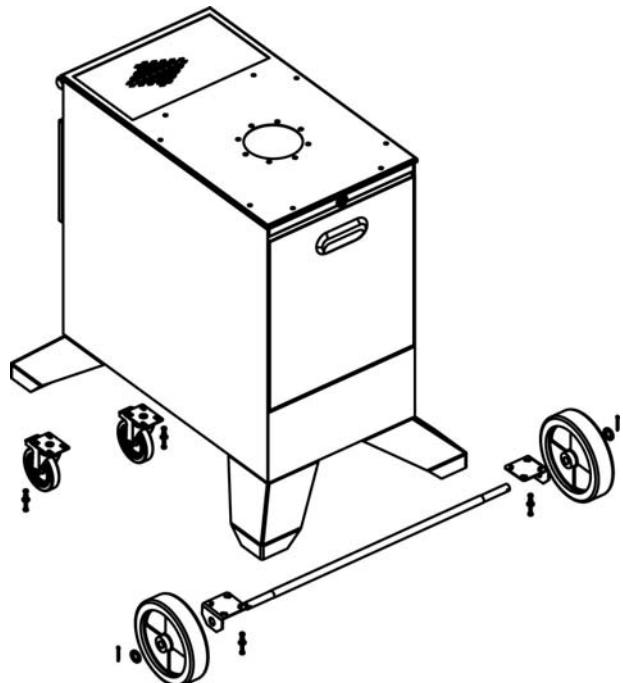

Рис. 8.1
- 8.2. Закрепите на опорах фильтра с помощью болтов M6x20, гаек M6, плоских шайб и шайб «гровера» кронштейны передних колес и задние поворотные колеса. Вставьте в отверстия кронштейнов ось, установите на неё колеса, шайбы и зашплинтуйте (см. рис. 8.1).